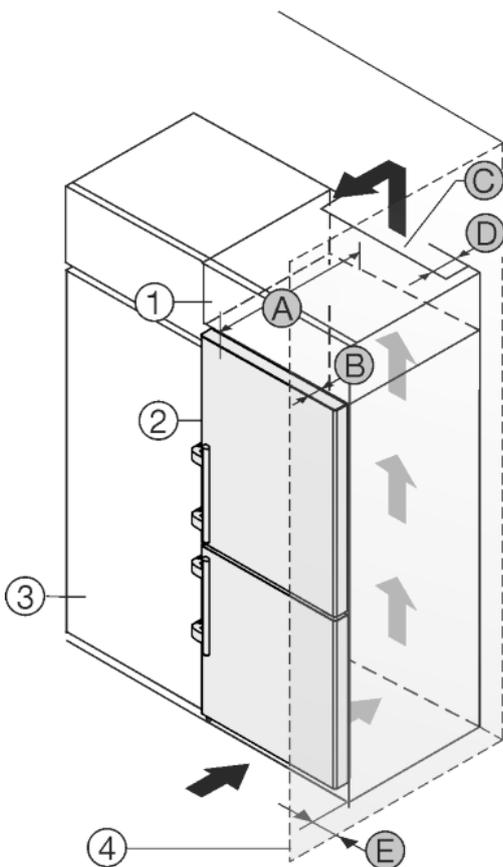

Fig. 45
Das Gerät kann mit Küchenschränken umbaut werden. Um das Gerät Fig. 45 (2) der Küchenzeilenhöhe anzugleichen, kann über dem Gerät ein Aufsatzschrank Fig. 45 (1) angebracht werden.
Das Gerät kann direkt neben dem Küchenschrank Fig. 45 (3) aufgestellt werden. Um die Tür vollständig öffnen zu können, muss das Gerät um die Tiefe Fig. 45 (B) gegenüber der Küchenschrankfront vorstehen. Abhängig von der Tiefe der Küchenschränke und Verwendung von Wandabstandshaltern kann das Gerät weiter herausragen.
- An der Rückseite des Aufsatzschrankes muss ein Abluftschacht mit der Tiefe Fig. 45 (D) über die gesamte Aufsatzschrankbreite vorhanden sein.
- Unter der Raumdecke muss der Entlüftungsquerschnitt Fig. 45 (C) eingehalten werden.
Wenn das Gerät mit den Scharnieren neben einer Wand Fig. 45 (4) aufgestellt wird, muss der Abstand Fig. 45 (E) zwischen Gerät und Wand eingehalten werden. Dies entspricht dem Griffüberstand bei geöffneter Tür.